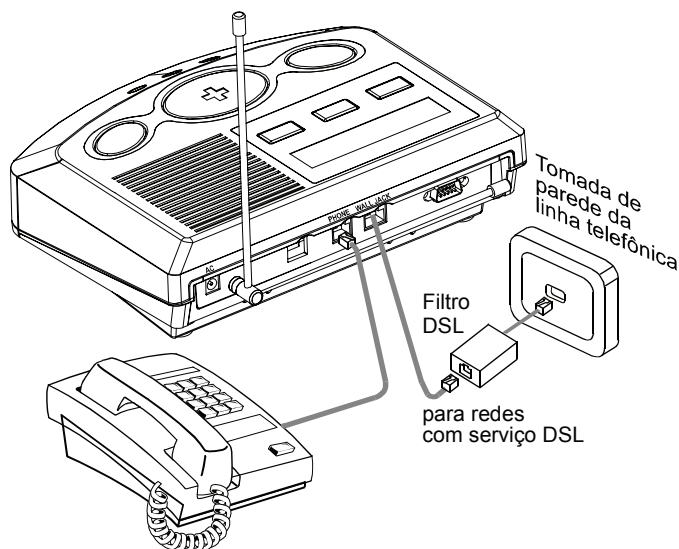

Figura 4 – Ligação da Linha Telefónica à Consola
Passo 3 - Ligar a Consola à Linha Telefónica (Figura 4)
Nota: *Caso exista outros serviços na linha, tais como DSL, deve instalar um filtro. Ver Figura 4. Sugere-se usar o modelo Z-A431PJ31X, fabricado por Excelsus Technologies, ou equivalente. Este filtro simplesmente se liga à tomada e permite informar o alarme sem romper a ligação Internet.*